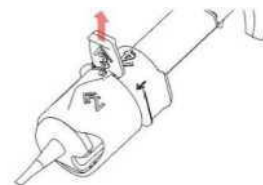

Рис. 2b
6. Снимите красную заглушку, обозначенную «3», потянув и удалив ее (Рис. 2b).